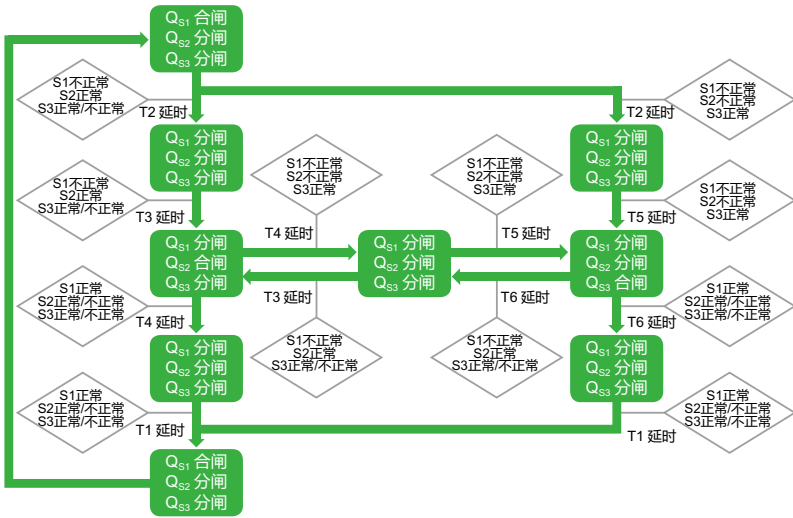

图 11-TA 控制器自复流程
自复 (RR)- 以 S1 电源为电源投入第一优先级，S2 电源为第二优先级，S3 电源为第三优先级（详见图 11-TA 控制器自复流程）；